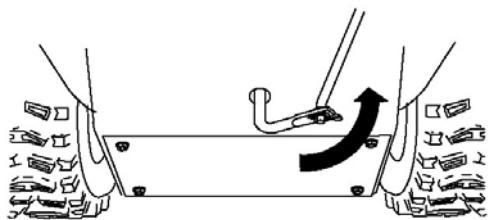

Рисунок 7.
5. Поверните нижнее соединение полностью вверх (против часовой стрелки) (Рис. 7).